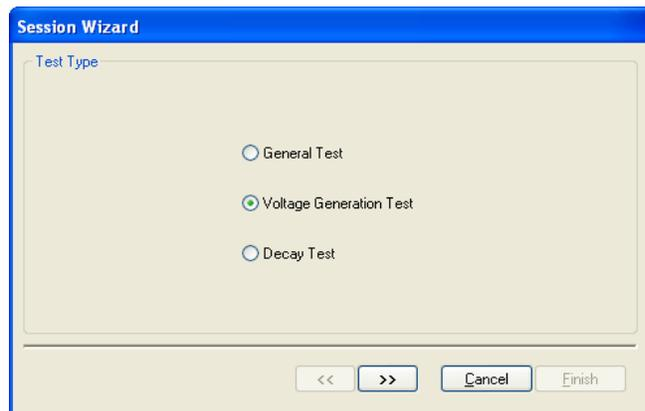

図 5: New Sessionの開始
8. 試験のタイプを選択してください。セッションのウィザードが開かれたとき、図5のように**Voltage Generation Test**（電圧発生）を選択してください。これによりチャートに注釈を付けてレポートの情報を用意するために使う一連のウィンドウを開きます。